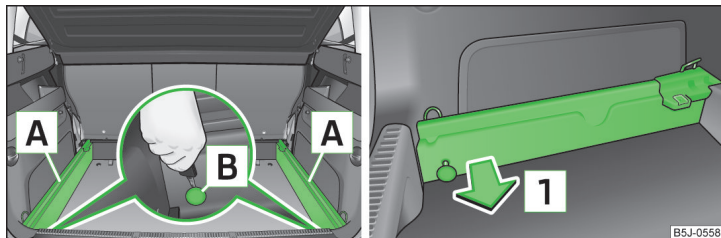

Abb. 68 Gepäckraum: Sicherungspunkte lösen / Tragschienen herausnehmen
- › Die Sicherungspunkte **B** » Abb. 68 an den Trageschienen mit dem Fahrzeugschlüssel bzw. mit einem flachen Schraubendreher lösen.
- › An jeder Tragschiene den Sicherungspunkt **B** » Abb. 68 bis zum Anschlag drücken.